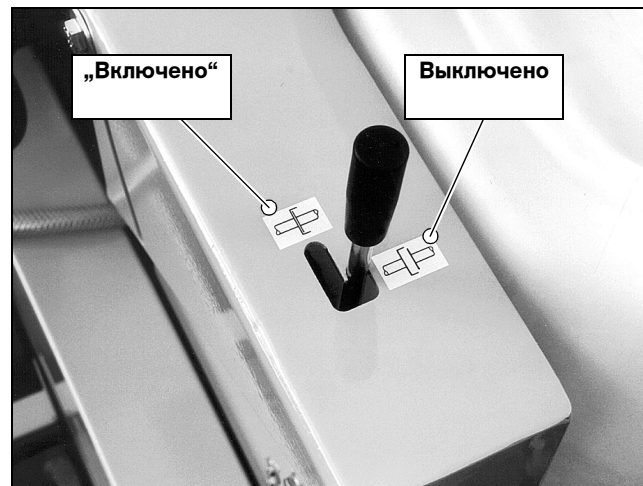

Рис. 5.2 Рычаг сцепления в положении „Выключено“
2. Приведите рычаг сцепления в позицию „Ausgekuppelt“ (выключено) (Рис. 5.2).
5. Приведите рычаг сцепления в положение „Выключено“ (Рис. 5.2), чтобы швонарезчик можно было катить вручную.